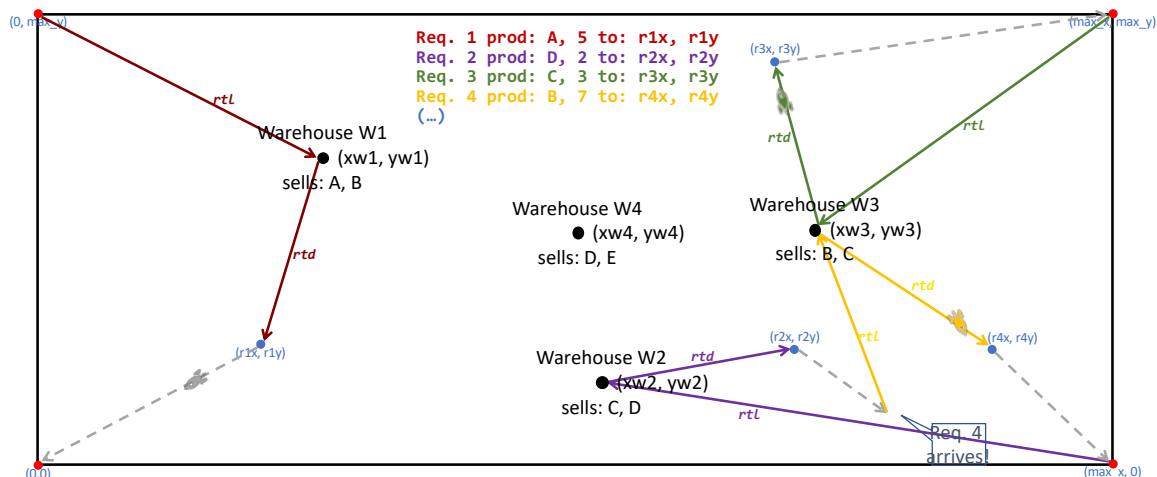

Figure 1 – Armazéns e drones nos seus percursos.
O sistema a ser desenvolvido deve simular um ambiente delimitado com coordenadas geoespaciais (x,y), onde existem um conjunto de armazéns, para além de uma equipa de distribuição constituída por uma central de comando, quatro bases e vários drones geolocalizados. Os armazéns têm posição fixa, enquanto que os drones se deslocam pelo espaço procurando responder a encomendas, nunca saindo dos limites da área definida. A Fig. 1 representa uma visualização do problema, descrito abaixo.
Os drones são coordenados pelo processo *Central*, ao qual as encomendas vão chegando. Cada encomenda é caracterizada por um número sequencial único, tipo de produto, quantidade e coordenadas do destino de entrega. Existem quatro bases de drones. Para cada encomenda, a *Central* escolhe o drone desocupado com bateria suficiente, e com o caminho mais curto entre si e o destino da entrega, passando por um armazém que tenha o produto encomendado disponível na quantidade desejada. Após ser escolhido pela *Central*, o drone desloca-se em linha reta até ao armazém (identificados com *rtl* na Fig. 1) e inicia o processo de carregamento dos materiais.
Seguidamente o drone movimenta-se até ao destino da entrega (*rtd* na Fig. 1), onde descarrega os produtos. Após terminar, dirige-se para a base mais próxima da sua posição (cinzento tracejado na Fig. 1). Deve, no entanto, interromper o regresso se lhe for atribuída uma nova encomenda, a qual deve começar imediatamente a atender (como no caso do Req. 4, a amarelo na Fig. 1). Cada drone tem a sua própria bateria que gasta quando em deslocação e recarrega na base.
4. Avaliar a distância entre cada um dos drones com bateria suficiente e desocupados ao destino da entrega, passando por um armazém que contenha o tipo e quantidade de produtos desejados (i.e., a distância *rtd+rtl* na Fig. 1), escolhendo o drone com a distância total a percorrer mais curta. Para isso deve consultar na memória partilhada as coordenadas e o stock de cada armazém.
definida nas configurações, distribuídos pelas bases existentes, uma base em cada canto do mapa (representadas a vermelho na Fig. 1).